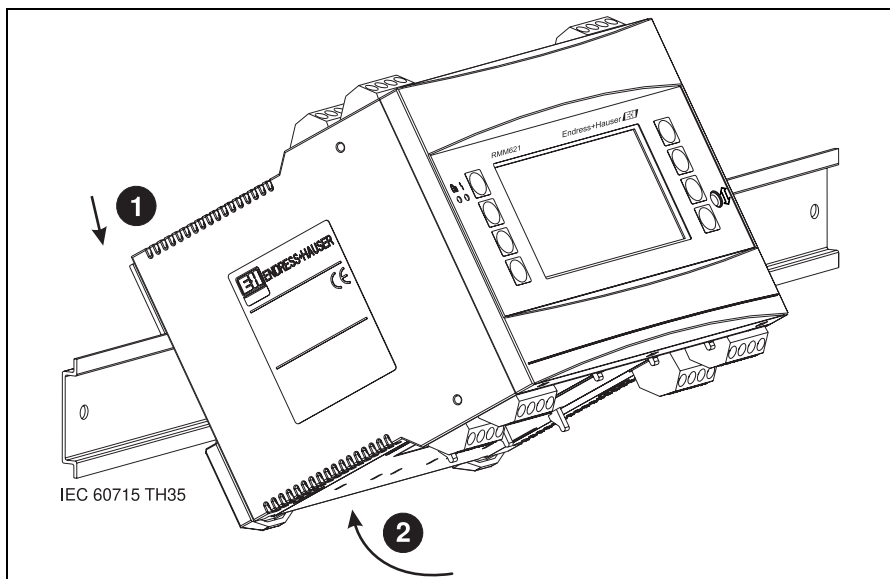

Fig. 3: Installazione del dispositivo su rotaia
Far scivolare la custodia sulla rotaia, agganciando il dispositivo alla rotaia e bloccandolo con una leggera pressione verso il basso (v. Fig. 3, pos. 1 e 2).